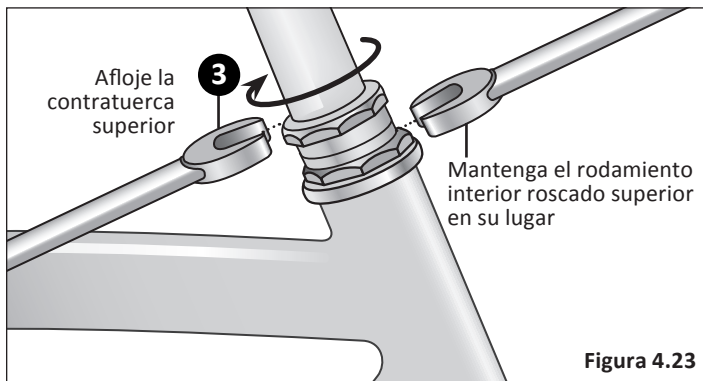

Figura 4.23
- 3 Con la rueda delantera apoyada en el suelo, use una llave ajustable o de estrella y mantenga la carrera superior enroscada en su lugar. **Figura 4.23**